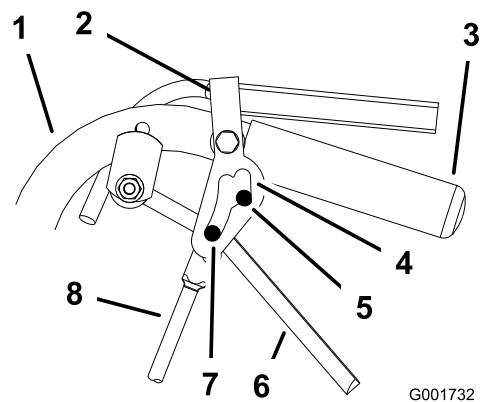

Figura 40
5. Solte e engate o bloqueio em ponto morto, verificando se o pneu não roda (Figura 40). Continue este processo até o pneu não rodar.